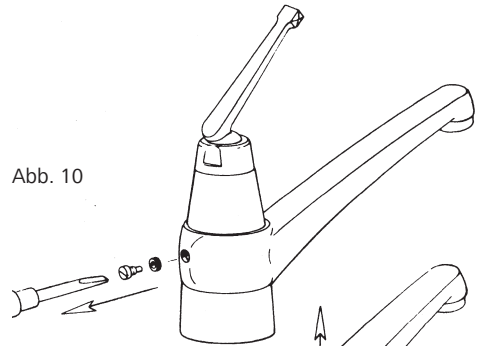

Abb. 11
Auslauf unter drehenden Bewegungen nach oben abziehen (Abb. 11). O-Ringe (3) austauschen und fetten (Abb. 12).